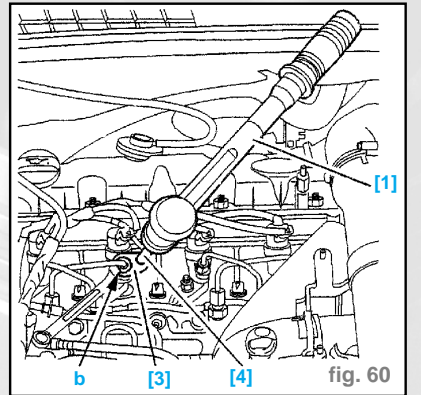

fig. 60
- Serrer les vis (13) à **2,3 daN.m**.
- Appliquer un contre-couple en (b) (fig. 60).